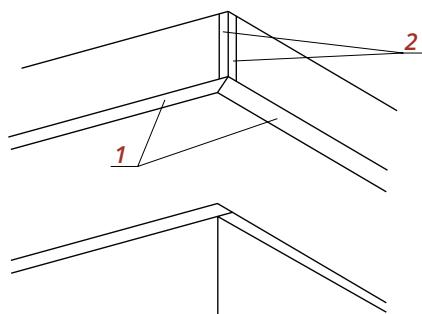

Рис. 12
- На торцах лобовой доски, например, на переходе от карниза к фронтону, для обрамления J-фаски 1 можно использовать Финишную планку 2 или сделать загиб края, чтобы скрыть кромку (рис. 12).